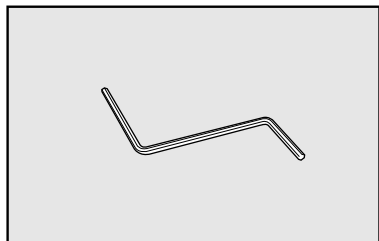

fig. 85
**2** - utilizar a chave sextavada **fig. 85**, fornecida com o veículo (no kit de bordo), introduzindo-a na sede sextavada e girar: